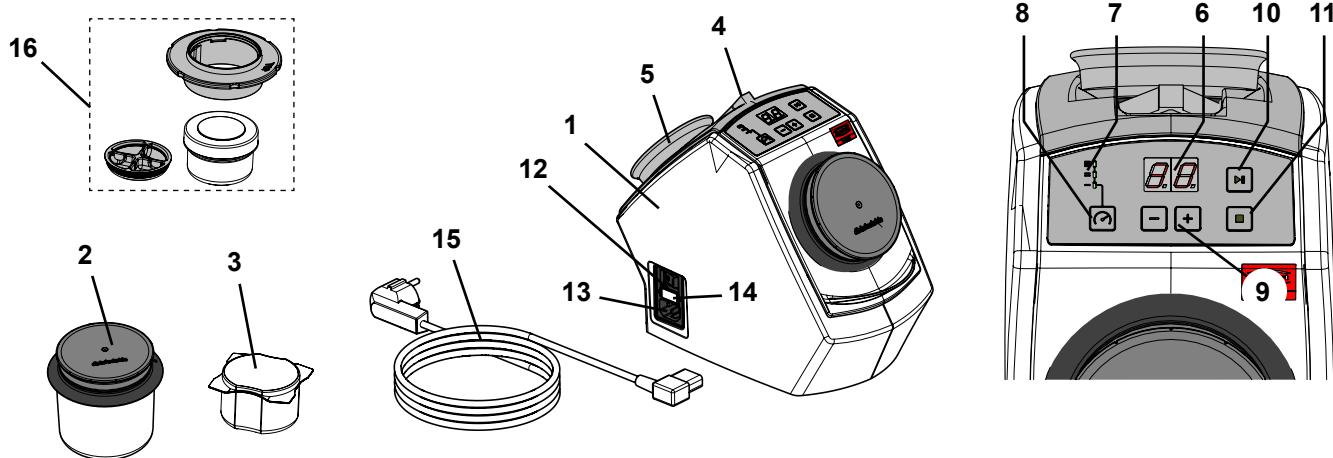

Fig. 1
- ▶ O imã de fixação (Fig. 1, item 5) contém chumbo.
- ⇒ Coloque a pinça e o imã de fixação fornecidos nas cavidades correspondentes situadas no lado posterior do aparelho (Fig. 1).
- ⇒ Escolha o cabo elétrico (15, Fig. 1) com o plugue adequado ao seu país.
- ⇒ Ligue o cabo elétrico (13, Fig. 1) à ligação da rede elétrica.
- ⇒ Ligue o aparelho no interruptor principal (12, Fig. 1).
- ⇒ Encha o copo de limpeza (2, Fig. 1) com 75 g de agulhas de limpeza (corresponde a uma embalagem individual).
- ⇒ Encha o minicopo SYMPRO (acessório) (16, Fig. 1) com ~ 5 g de agulhas de limpeza.